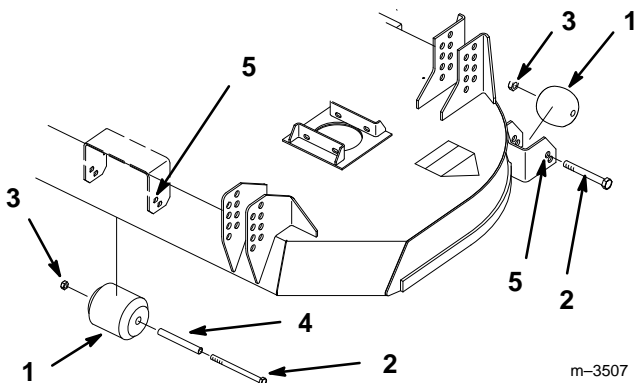

Figure 13
2. Dévisser l'écrou et retirer le boulon pour monter le galet dans l'autre trou (Fig. 13).
3. Choisir le trou adéquat en fonction de la hauteur de coupe (Fig. 13).